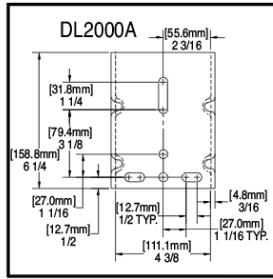

Fig. 2
1. Rotate the brake assembly back from the forward position in FIG. 1 to the nearly horizontal position in FIG. 2.
1. Den Bremsgriff von der Vorwärtsstellung in ABB. 1 in die fast horizontale Stellung in ABB. 2 drehen.
1. Ruotare la manovella del freno verso il retro portandola alla posizione illustrata nella FIG. 1 alla posizione quasi orizzontale illustrata nella FIG. 2.
1. Gire a alavanca do travão da posição para frente mostrada na FIG. 1 até a posição quase horizontal mostrada na FIG. 2.
1. La manivela del freno está en la posición delantera como se muestra en la FIG. 1, gírela hacia atrás hasta que esté casi totalmente en posición horizontal como se muestra en la FIG. 2.
1. Vrid tillbaka bromshandtaget från framåt-positionen i FIG. 1 till den nästan horisontella positionen i FIG. 2.
1. Drej bremsehåndtaget tilbage fra fremadstillingen, der er vist i FIG. 1, til den næsten vandrette stilling, der er vist i FIG. 2.
1. Drei bremsehåndtaket tilbake fra fremre stilling, FIG. 1, til nesten vannrett stilling, FIG. 2.
1. Draai de remkrak vanuit de voorwaartse stand in AFB. 1 terug naar de bijna horizontale stand in AFB. 2.
1. Tourner la poignée du frein depuis la position avant, comme illustré à la FIG. 1, vers la position quasi-horizontale, comme illustré à la FIG. 2.